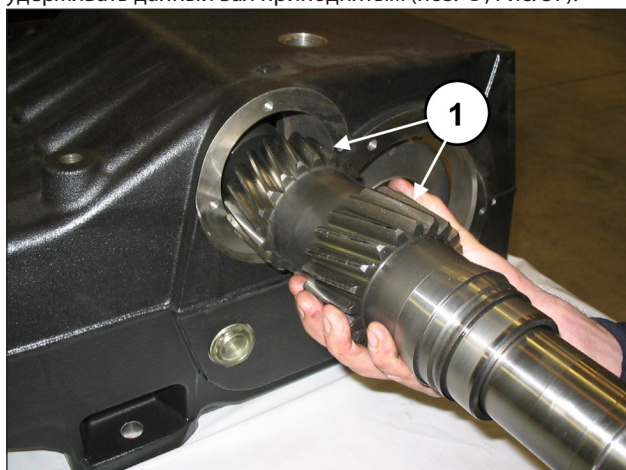

Рис. 56
Вставьте предварительно собранный вал ВОМ в картер (поз. ①, Рис. 56), вводя со стороны, противоположной той, с которой было предварительно установлено внешнее кольцо подшипника и смазочная втулка подшипника.
Вал ВОМ нужно вставить в картер таким образом, чтобы зубья были повернуты так, как показано на Рис. 56.